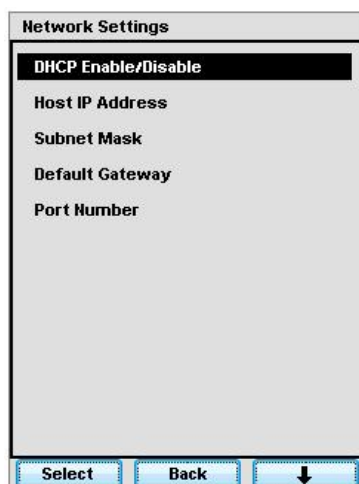

Figura 1. Menu de “Network Setting” (Configurações de Rede) AutoRAE2.
4. Agora selecione “Network Settings” (Configurações de Rede) e “Select” (Selecionar) novamente. A primeira opção é “DHCP Enable/Disable” (DHCP Ativado/Desativado) (Ver Figura 1).